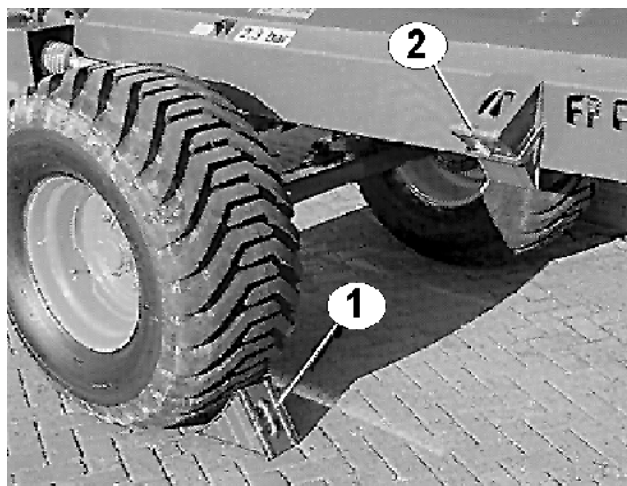

Fig. 21
- Avant de dételer, il faut caler le ZG-B avec deux sabots d'arrêt (Fig. 21/1) pour l'empêcher de rouler de manière intempestive. Pour transport, on range les sabots d'arrêt (Fig. 21/2) dans des supports sur le châssis et retenus par des ressorts.